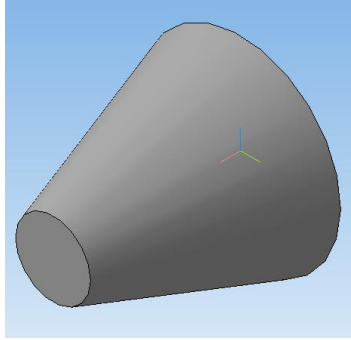

Рис. 3.9. Модель ручки
2. Применив *операцию вращения* необходимо получить ручку (рис. 3.9).